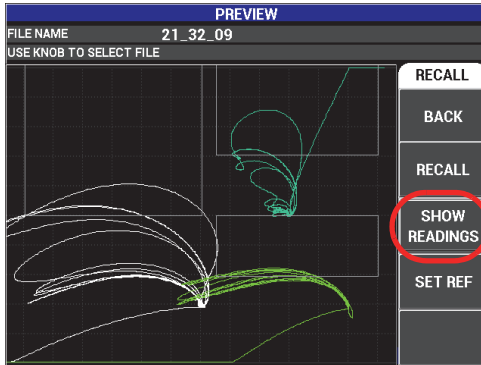
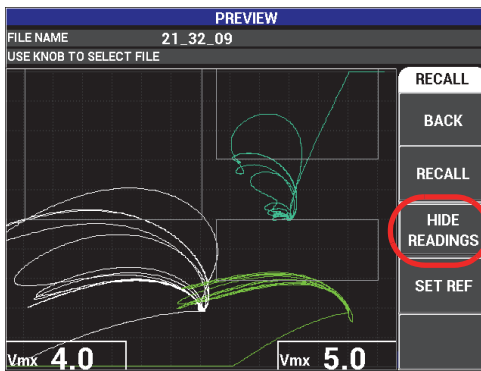

図 4-13 測定値の表示機能
図 4-14 測定値の非表示機能
- C キーを押し、測定値を表示または非表示にします（99 ページの図 4-13 および 99 ページの図 4-14 を参照）。